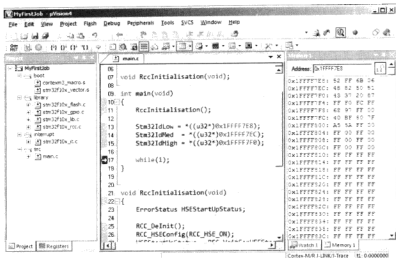

图 4.4.25 Memory 窗口
③ 变量一定是存放在 STM32 内部的存储空间中(无论是 Flash 空间还是 RAM 空间),即这些存储空间应该也是可以查看的。操作流程如下:选择 View→Memory Windows→Memory 1 / Memory 2/Memory 3/Memory 4 菜单项,此时根据选择出现 Memory 窗口。在 Memory 窗口中填入所要查看的存储地址(此处填入 0x1FFFF7E8,注意前面的 0x 不能省略),按下回车键后 Memory 窗口的内容发生跳转,如图 4.4.25 所示。
从图 4.4.25 中可以看到,从 0x1FFFF7E8 地址处开始的数据分配情况如下: